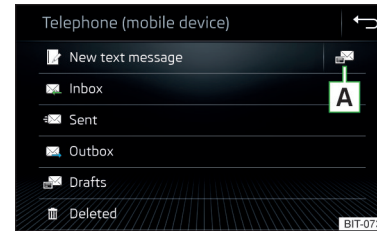

Abb. 171
- › Im Hauptmenü *Telefon* die Funktionsfläche  antippen, es wird das Hauptmenü für Textmitteilungen angezeigt » Abb. 171.
- › Im Hauptmenü der Textmitteilungen die Funktionsfläche  antippen » Abb. 171 auf Seite 144.